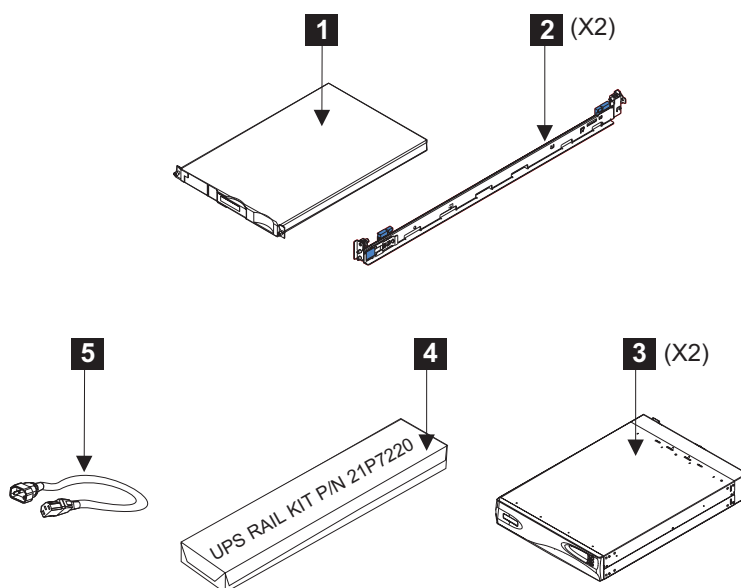

図9. ラックに取り付ける品目
1. 図9 に示す品物について、パーツと数量をすべて検査する。不足している品目があれば、営業担当員に連絡してください。